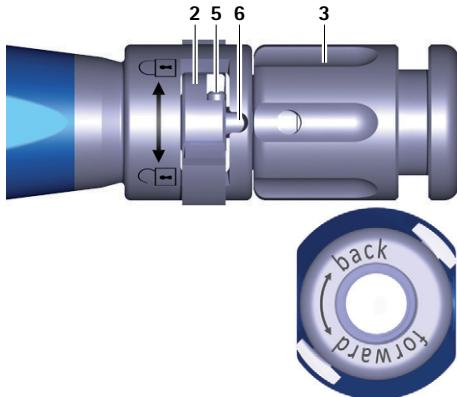

Fig. 1 Vista da vicino, strumento inseritore, interruttore aperto
- ▶ Ruotare il dado girevole **3** dello strumento inseritore **A** in senso antiorario (direzione "forward"), per spostare in avanti l'astina **6**, vedere Fig. 1.
- ▶ Ruotare l'interruttore **2** verso sinistra (direzione **B**), vedere Fig. 1.
- Ruotare l'interruttore **2** verso sinistra (direzione β), vedere Fig. 1.
- Verificare la posizione per collegare lo strumento inseritore **A**, vedere Fig. 1.
- ▶ Ruotare l'interruttore 2 verso sinistra (direzione ②), vedere Fig. 1.
- ▶ Ruotare il dado girevole 3 in senso antiorario (direzione "forward"), per spostare in avanti l'astina 6, vedere Fig. 1.